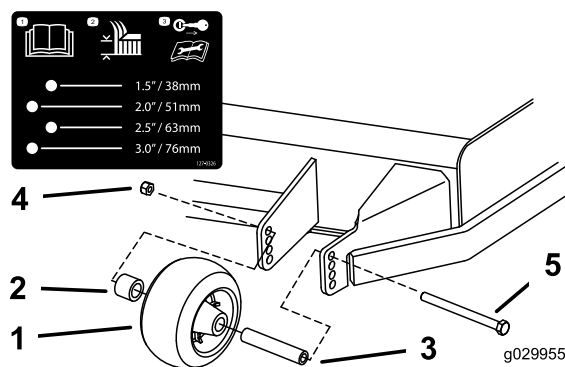
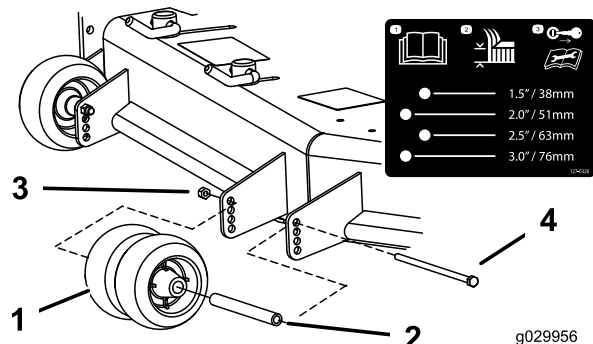
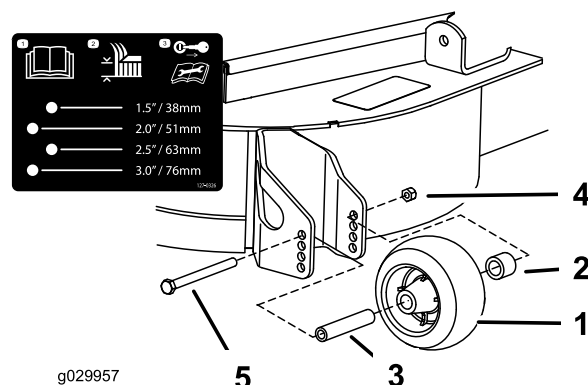

Figure 31
Figure 32
Figure 33
- Réglez les galets anti-scalp comme montré à la Figure 31, la Figure 32 et la Figure 33.